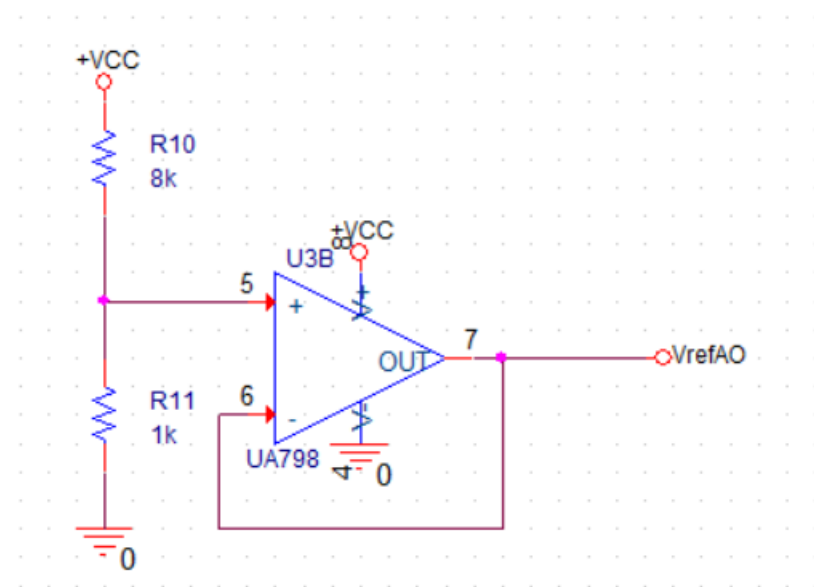

Figura 9. Schema divizorului de tensiune
Avem nevoie de o tensiune de referință V_{refAO} , a cărei valoare am ales-o 2V și pe care am realizat-o cu ajutorul unui divizor de tensiune, dimensionat cu ajutorul formulei (5) și marcat în Figura 9. De asemenea, am utilizat și un repetor de tensiune pentru a compensa scăderea semnalului datorat divizării tensiunii și pentru a asigura o adaptare mai bună a impedențelor între divizorul de tensiune și sarcina conectată.
În Figura 9 este prezentat circuitul format din oglinda de curent, repetorul de tensiune și amplificatorul operațional :